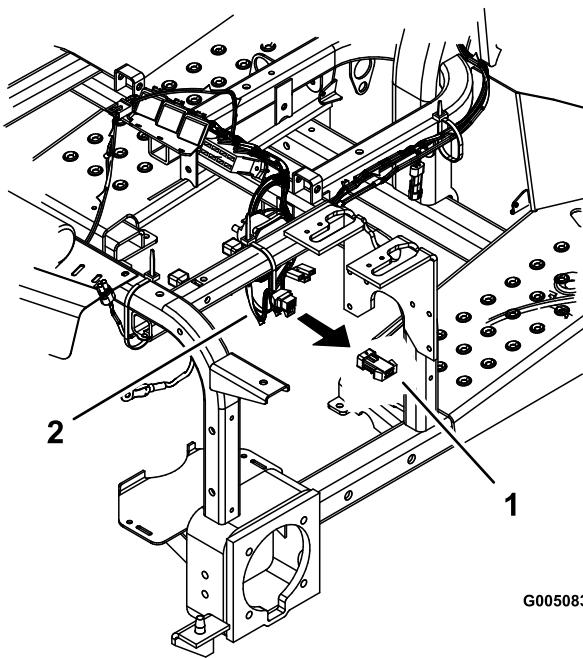

Figura 34
5. Retire o fio do jumper da cablagem principal sob o painel de controlo (Figura 34).